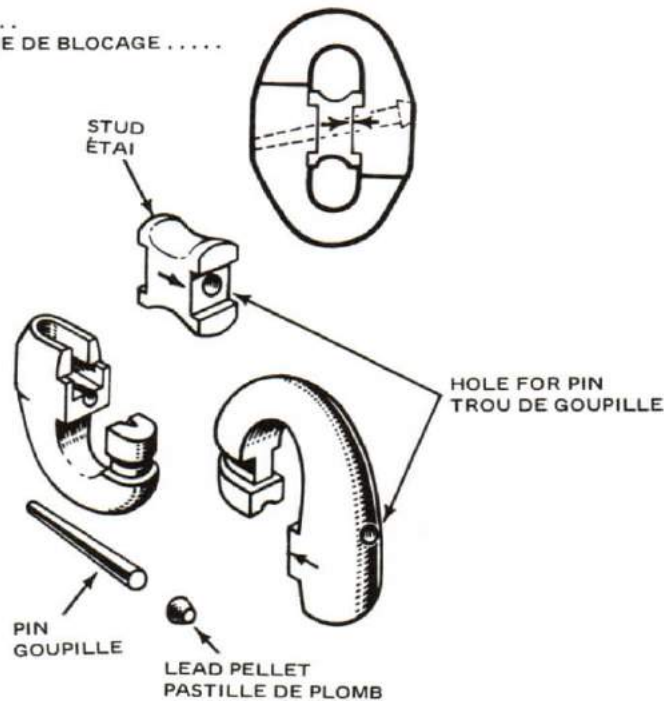

Figure 11-61
12. Shackles of cable are joined together by joining shackles, either lugged or lugless. The standard joining shackle is the lugless pattern which will reeve through a common link. The lugless joining shackle is made of three parts, one of which is the stud. See Figure 11-61. The two main parts are rove through the common links at the ends of the cables and then fitted together. The stud slides into place and locks all parts. The tapered pin and pellet are driven into the hole drilled diagonally through all parts of the shackle.
12. Ces longueurs de chaînes ou maillons sont reliées ensemble par des manilles d'assemblage avec ou sans oreilles. La manille d'assemblage réglementaire est du type sans oreilles qui s'accroche autour d'un maillon ordinaire. La manille d'assemblage sans oreilles se compose de trois parties dont l'une est l'étai (voir la figure 11-61). Les deux parties principales entourent la maille ordinaire aux extrémités des chaînes et sont ensuite fixées ensemble. L'étai se glisse en place et verrouille les trois parties. La goupille conique est enfoncée dans le trou percé en diagonale dans toutes les parties du maillon, puis bloquée par une pastille de plomb.